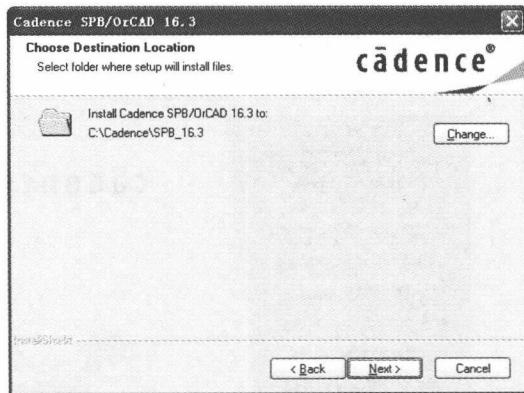

图1.2.9 “Choose Destination Location”窗口
(4) 单击“Next”按钮，出现“Choose Destination Location”窗口，再单击“Change...”按钮，选择所安装目标位置的路径，如图1.2.9所示。